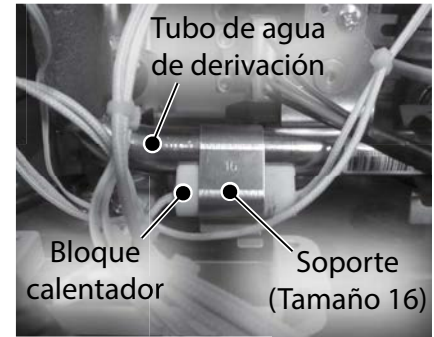

Figura 212 - Retire el bloque calentador y el soporte del tubo de agua de derivación.
- 17** Ubique el bloque calentador conectado al tubo, como se muestra en la Figura 212. Retire el soporte (tamaño 16) que fija el bloque calentador al tubo. Deje el soporte a un lado en un lugar seguro para volver a instalarlo. Tienda el bloque calentador y el cableado en el interior del gabinete del calentador de agua.